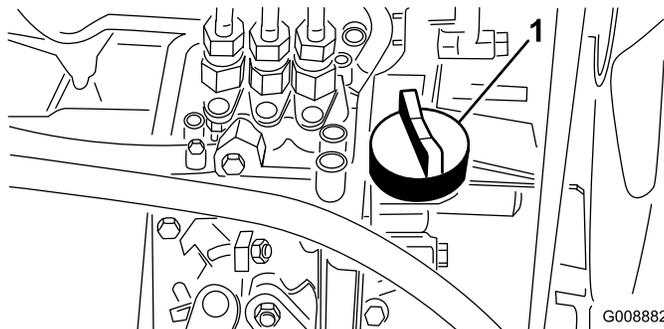

Figura 18
4. Se l'olio è insufficiente, togliete il tappo di rifornimento (Figura 18) ed aggiungete lentamente piccole quantità di olio, controllando spesso il livello, finché non raggiunge il segno di pieno sull'asta.